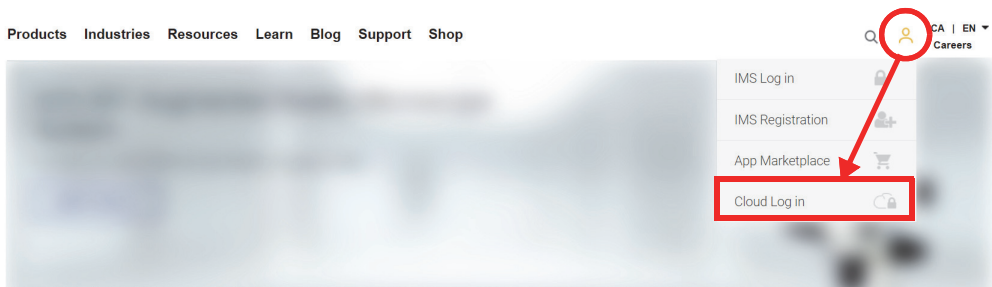

Figura 9-5 Acceso a la nube
- Si necesita crear una nueva cuenta en la OSC, diríjase a [www.olympus-ims.com](http://www.olympus-ims.com), y haga clic en **Iniciar sesión en nube** (Cloud Log In) para crear su cuenta (ver Figura 9-5 en la página 239).